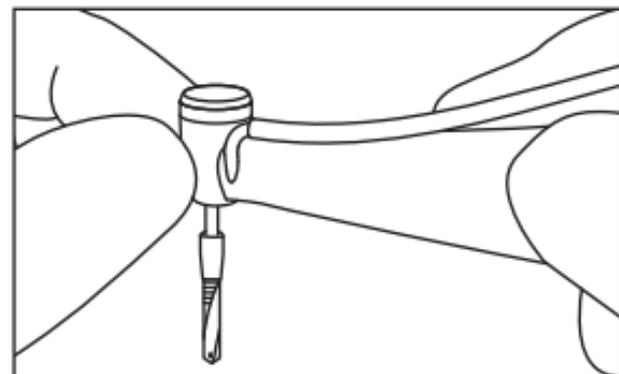

Fig. 9
- 5) Après l'arrêt complet de la rotation de la pièce à main, touchez la tête de la pièce à main pour vérifier qu'elle ne chauffe PAS anormalement. (Fig. 9)